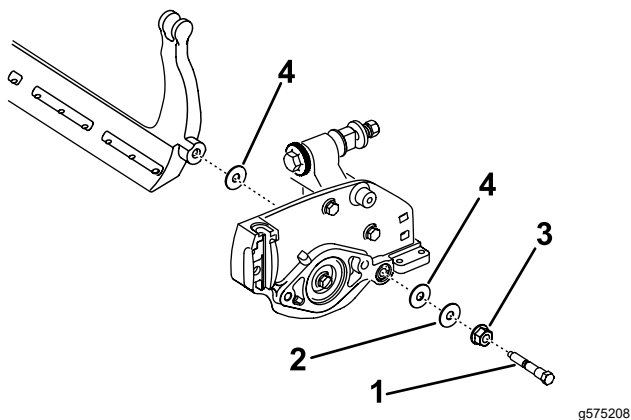

Figura 19
Asigurați-vă că la capătul barei de cadru există 2 aibe din nailon și 1 aibă din oel (Figura 19).
3. Amplasai o aibă din nailon pe fiecare parte a butucului plăcii laterale. Amplasai o aibă din oel în afara fiecărei aibe din nailon (Figura 19).